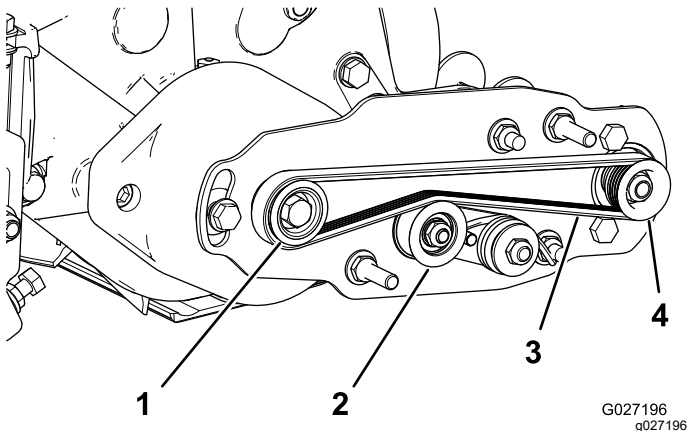

图 16
- 先缠绕驱动皮带轮周围的皮带然后再缠绕怠轮皮带轮顶部上方的皮带 图 16。